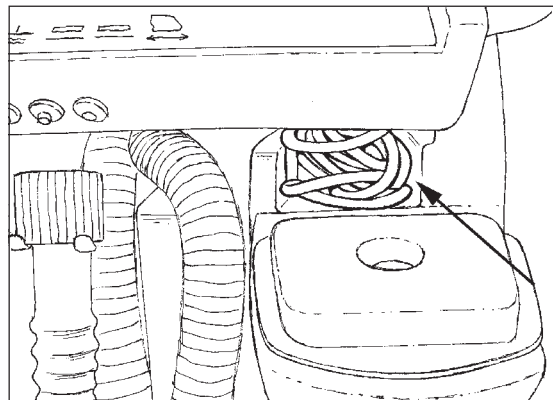
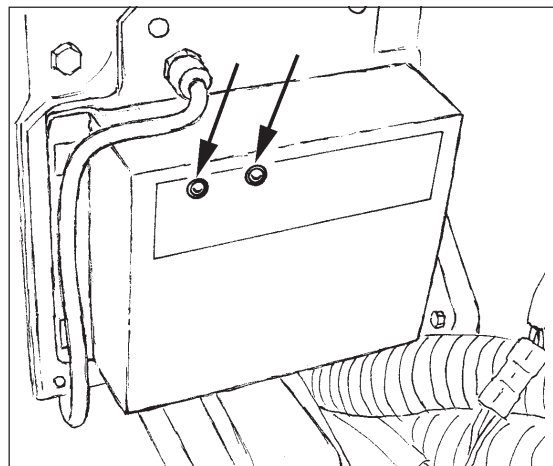

Figure 16
Figure 17
6. Les modèles Scrubtec est équipé d'un chargeur intégré placé derrière le réservoir de récupération (Voir Figure 17). Le chargeur est un chargeur 3 à étapes conçu pour maximiser la durée de vie de la batterie. Le câble d'alimentation CA au chargeur intégré est situé dans son compartiment de rangement au-dessous de la poignée de commande à l'arrière de la machine (Voir Figure 16). Tirez le câble du compartiment de rangement.
- Étape d'Absorption - À l'étape d'absorption, les voyants rouge et vert seront illuminés sur le chargeur (Voir Figure 17). Pendant cette étape, le chargeur maintient une tension constante et laisse les batteries absorber la charge à leur vitesse propre.
- Étape de Stabilité et de Maintenance - À l'étape de maintenance, le voyant rouge s'éteint et seul le voyant vert sera illuminé sur le chargeur (Voir Figure 17). Pendant cette étape, le chargeur applique une tension plus faible et étroitement régulée afin de maintenir une charge complète et d'empêcher que les batteries se déchargent. Les batteries peuvent être connectées indéfiniment sans risquer de s'abîmer.
8. Débranchez le câble d'alimentation du chargeur de la prise murale avant d'alimenter le panneau de commande sur la machine. Rangez le câble d'alimentation du chargeur dans le compartiment de rangement placé au-dessous de la poignée de commande (Voir Figure 16).